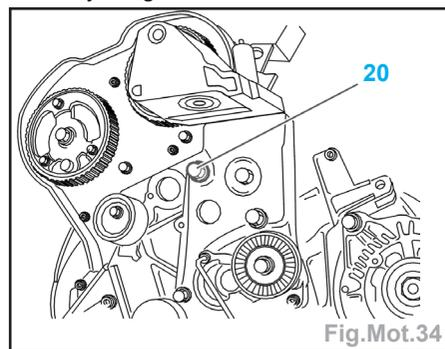

Fig.Mot.34
- Déposer la fourchette de maintien et sa vis de fixation (17) des tuyaux de refroidissement (18 et 19) sur l'arrière du boîtier de sortie d'eau.
- Déposer (Fig.Mot.34) :
- la vis (20),
- Déposer la vis (20) (Fig.Mot.34).